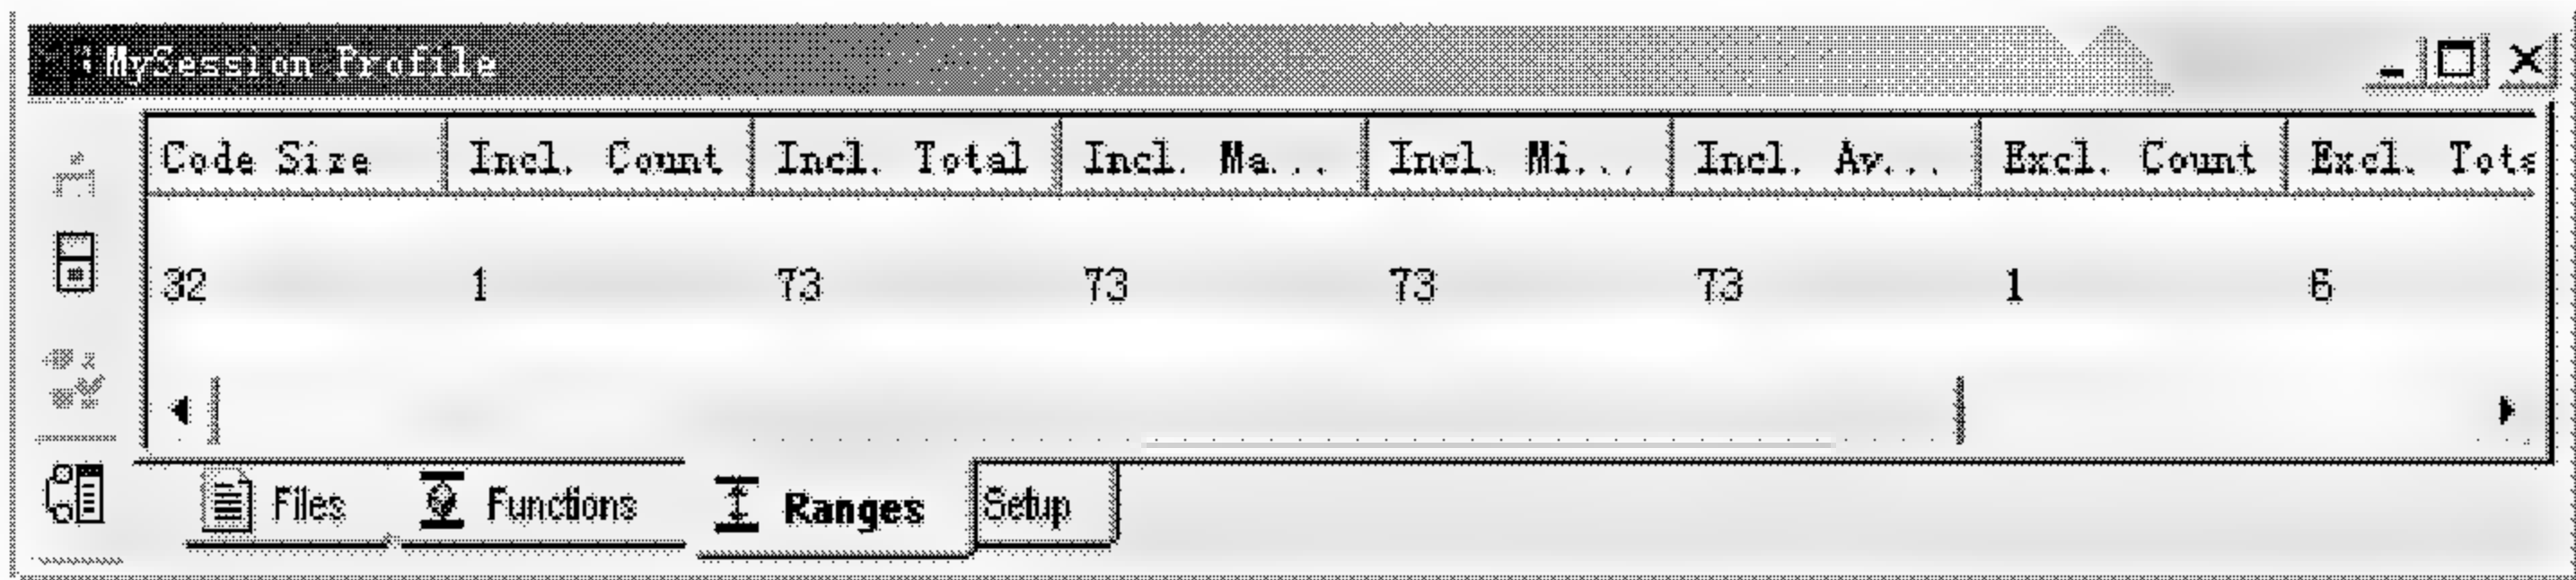

图 3.39 LOG_printf 函数的统计结果
(9) 运行加载在目标 DSP 中的可执行代码，观察 profiler 窗中的统计结果，如图 3.39 所示。与前面对 puts() 函数的统计结果比较，可以看出 LOG_printf 函数的执行时间远远小于 puts() 函数，从而说明了 DSP/BIOS API 函数只占用很少的 CPU 时间，对应用程序的实时性影响很小。